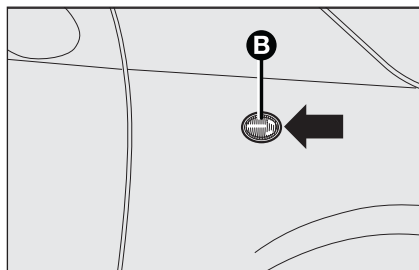

fig. 23
- ☐ fazer alavanca no ponto indicado pela seta, de modo a comprimir a mola de fixação e retirar o grupo **B**-fig. 23;